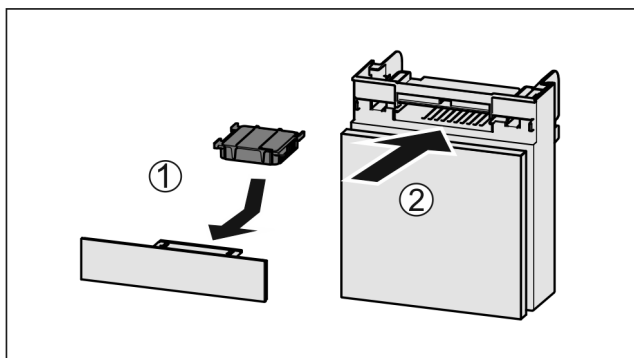

Fig. 213
- Sett inn Fig. 213 (1) aktivkullfilteret etter figuren.
- Skyv inn Fig. 213 (2) hyllen.